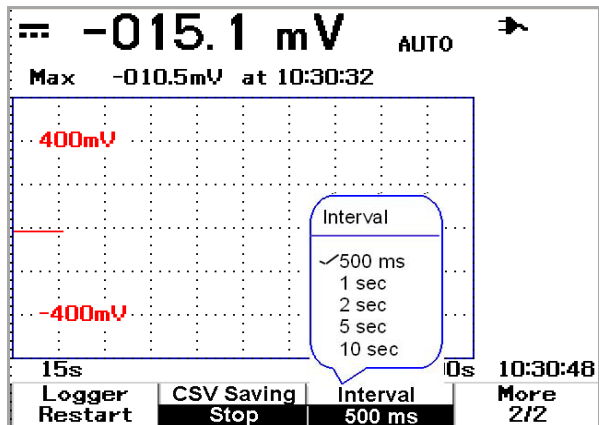

Figure 5-4 Définition de l'intervalle
- 4 Pour modifier les paramètres de l'intervalle, appuyez sur F3 à plusieurs reprises pour faire défiler la liste des options et sélectionner l'option souhaitée (reportez-vous à la Figure 5-4 ci-dessous).